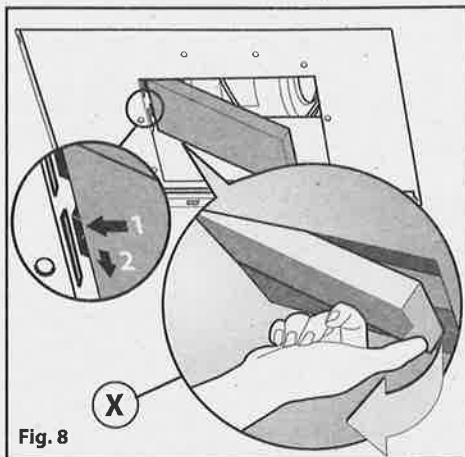
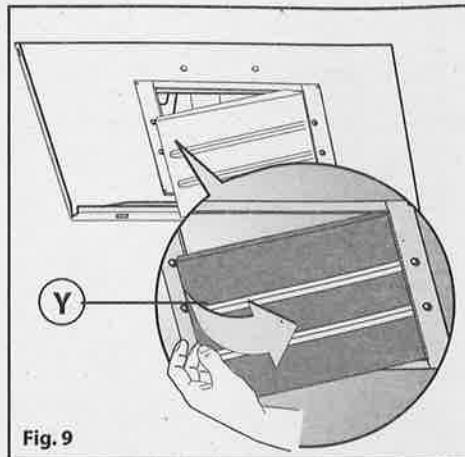

Fig. 8
Fig. 9
- Per trasformare la cappa da versione **ASPIRANTE** a versione **FILTRANTE** i filtri al carbone devono essere ordinati presso il vostro rivenditore come accessorio. Abbiamo disponibili due tipi diversi di Kit, uno con filtri a carbone a cassetta (**Fig.8**) e l'altro con i filtri a carbone rigenerabili (lavabili) (**Fig.9**).
tirare verso l'esterno la leva come indicato in (**Fig.8**).
- Per sostituire i filtri a carbone rigenerabili **Y**, rimuovere le staffe dalla sede, tirandole verso l'esterno. (**Fig.9**)